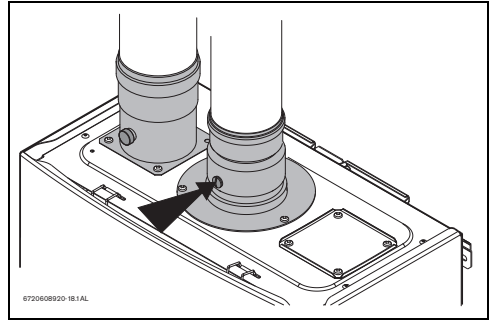

Fig. 46 Punto de medición
- ▶ Retirar el tornillo del accesorio de evacuación, consultar la Fig.46.